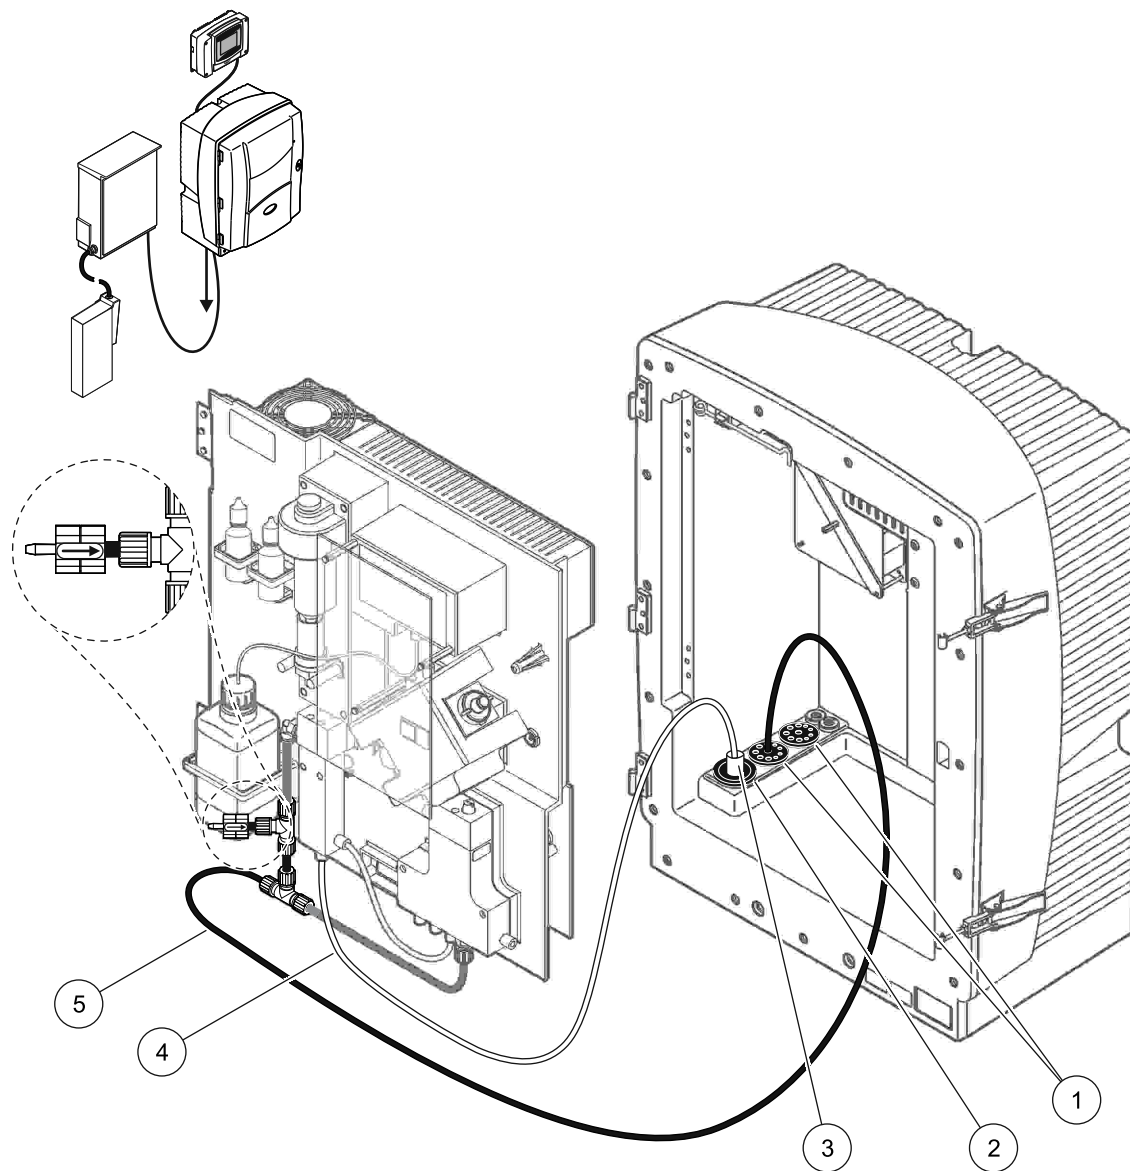

Рисунок 36 Монтаж версии 8a
Для версии 8а смотрите Рисунок 36 и следующие инструкции:
2. Проведите шланг с подогревом из FILTRAX через отверстие в анализаторе (Рисунок 36, позиция 3). Для фиксации используйте уплотняющую заглушку #1.